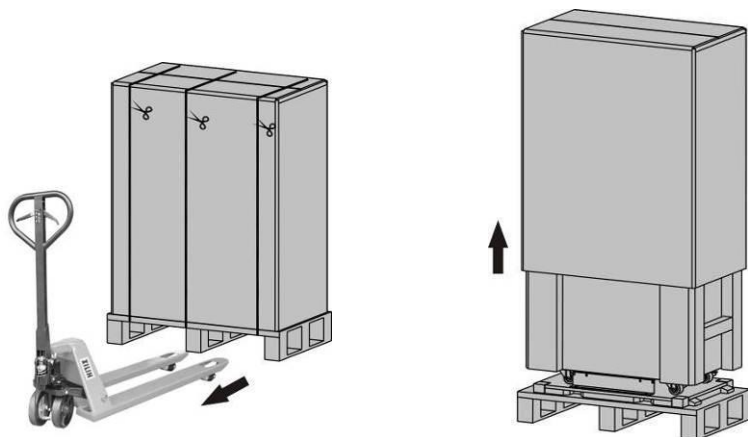

Abbildung 2: Äußere Verpackung
1. Transportieren Sie die verpackte USV-Anlage mittels Hubwagen oder Gabelstapler an den Installationsort (siehe Abbildung 2 links).
2. Entfernen Sie den äußeren Karton (siehe Abbildung 2 rechts).